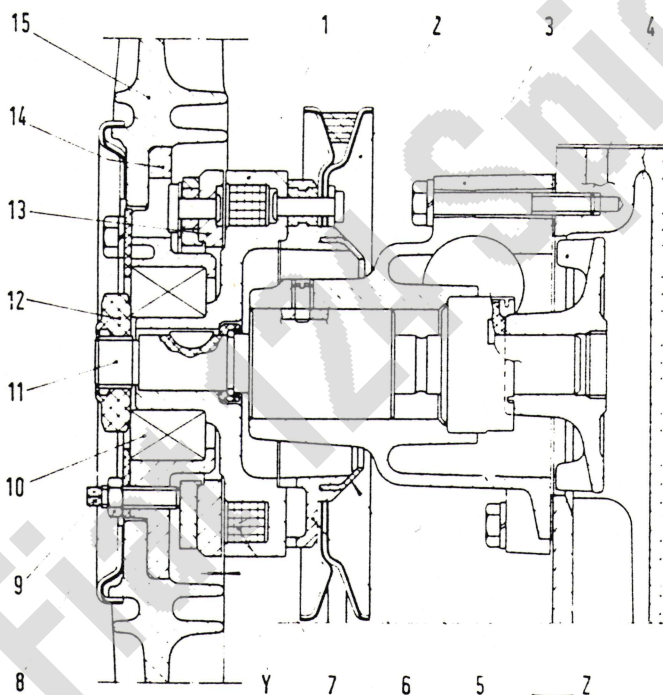

Abb. 36. - Schnitt durch die Wasserpumpe und den elektromagnetisch ein- und ausgeschalteten Ventilator.
- die Muttern (8, Abb. 36) der drei Stellschrauben (9) lösen;
- die Schrauben (9) so drehen, bis die Messlehre den richtigen Abstand anzeigt;
- nach erfolgter Einstellung die Muttern (8) der Schrauben (9) wieder festziehen.
- mit einem trockenen Tuch den Kollektor (5, Abb. 36) sauber reinigen;
- die drei Muttern (8, Abb. 36) lösen, damit die Schrauben 9 zur Regelung des Abstands frei werden.
- die Schrauben (9, Abb. 36) langsam festziehen bis die Armatur an den Körper des Elektromagneten anzuliegen kommt.
- die drei Muttern (8, Abb. 36) zur Feststellung der Schrauben 9 wieder festziehen und damit ist der Ventilator in Dauerbetrieb gesetzt. Zur Behebung dieses Defekts muss die vollständige Scheibe mit Elektromagnet und Kollektor ausgetauscht werden.